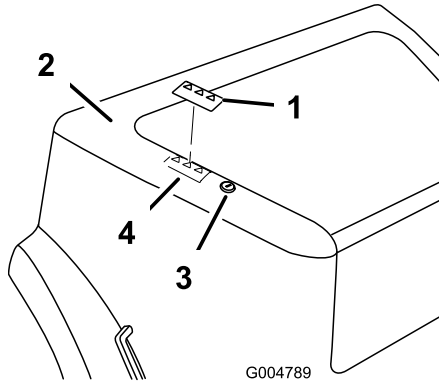

Figura 10
1. Limpe bem a área do capot onde irá instalar o autocolante (Figura 10).
3. Retire a película posterior da parte do autocolante de segurança, coloque-o no capot como se mostra na Figura 10 e use uma espátula no autocolante com movimentos sobrepostos do centro para as extremidades.